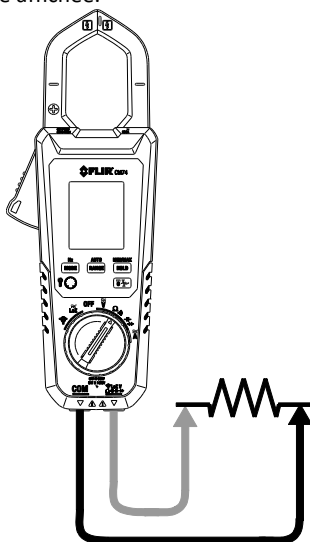

Figure 5.5 Mesure de résistance et de continuité
2. Insérez le fil noir de la sonde dans la borne négative COM et le fil rouge de la sonde dans la borne Ω positive. Reportez-vous à la Fig. 5-5 pour des exemples de raccordement.